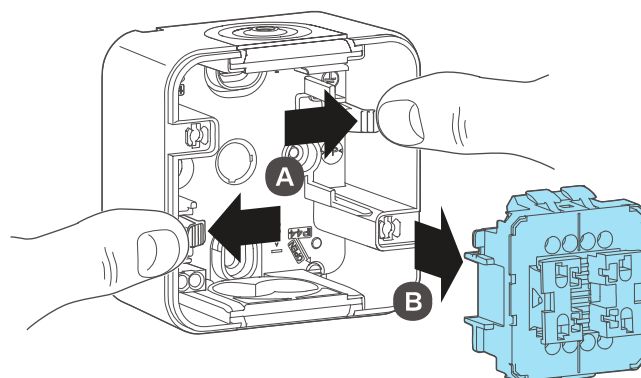

Fig. 5: Rimuovere l'inserto
- 4 Premere le staffe (7) verso l'esterno su ciascun lato (A) e rimuovere l'inserto (4) dalla parte inferiore della scatola (B) (Fig. 5).